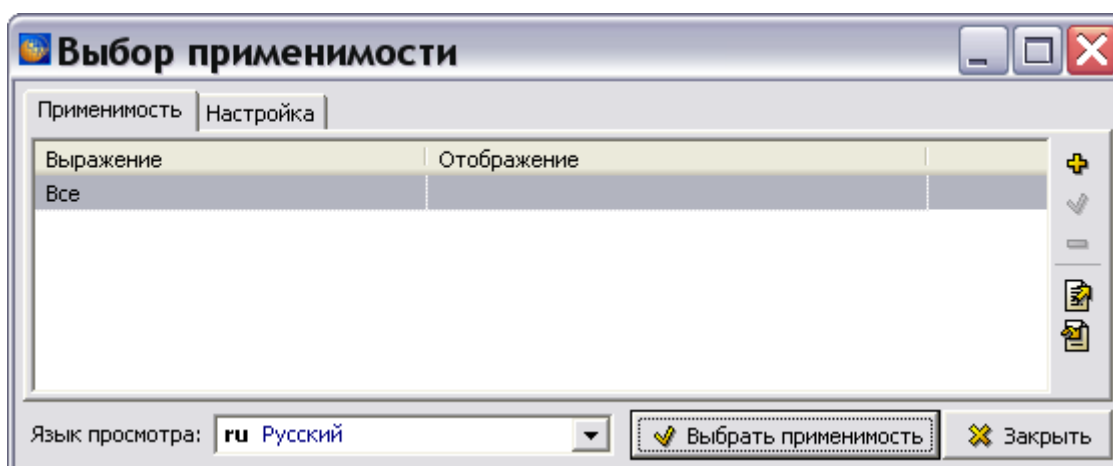

Рис. 100
1. Для указания применимости позиции №1, например «Бак топливный подвесной левый», выделите любую ячейку строки и нажмите на кнопку **Выбрать применимость** . При этом откроется диалоговое окно **Выбор применимости** (Рис. 100).